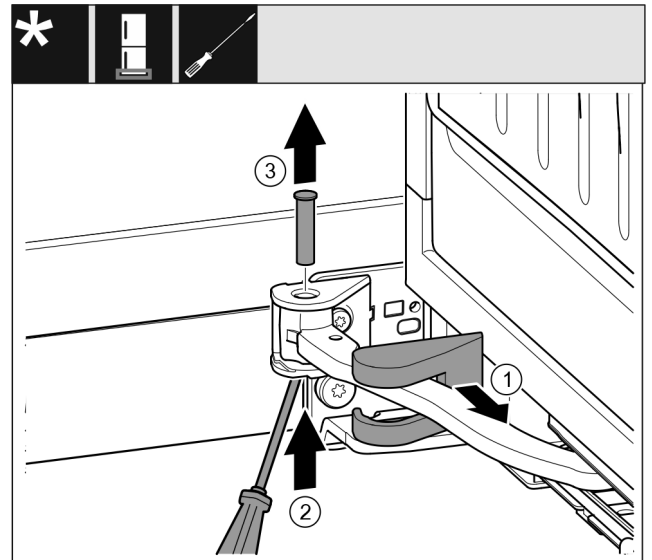

Fig. 16
- Lagerbockabdeckung Fig. 16 (1) abziehen und entlang des Gelenks verschieben.
- Bolzen Fig. 16 (2) mit Schraubendreher von unten anheben.
- Bolzen Fig. 16 (3) von oben herausziehen.